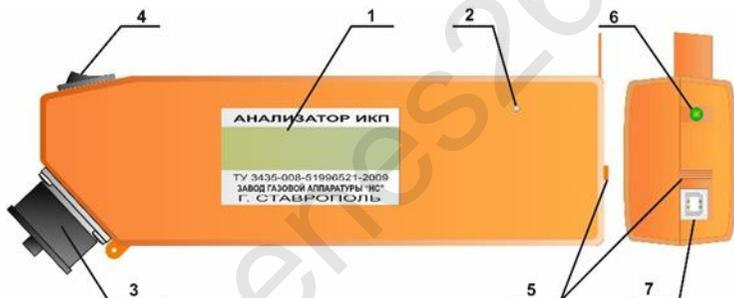

Рис. 1
4.1 Анализатор изготовлен из ударопрочного полимерного корпуса, изображенного на рис. 1, имеющего окно под дисплей (1) на боковой поверхности корпуса. Окно защищено прозрачной полимерной вставкой. На этой же поверхности расположено акустическое отверстие (2). На левой нижней наклонной боковой поверхности корпуса располагается измерительный разъем (3) для соединения с индикатором. В транспортном положении разъем закрывается заглушкой. На левой верхней наклонной боковой поверхности корпуса расположен выключатель питания (4). На правой торцевой поверхности корпуса расположена шторка (5), защищающая от попадания пыли и грязи светодиод, индицирующий процесс зарядки анализатора (6) в верхней части и разъем USB (7) в нижней части корпуса.
7.1 Включить анализатор выключателем питания (рис.1, поз. 4).